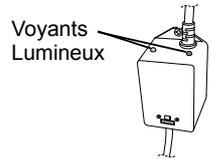

Figure 7
22. Une fois le disjoncteur remis sous tension, vérifier le ballast (12), Figure 7, pour vous assurer que le système CLEARRAY fonctionne bien. Une lumière verte indique que le système CLEARRAY est en marche; elle devrait être allumée en tout temps. Une lumière rouge indique que la ampoule UV est activée.